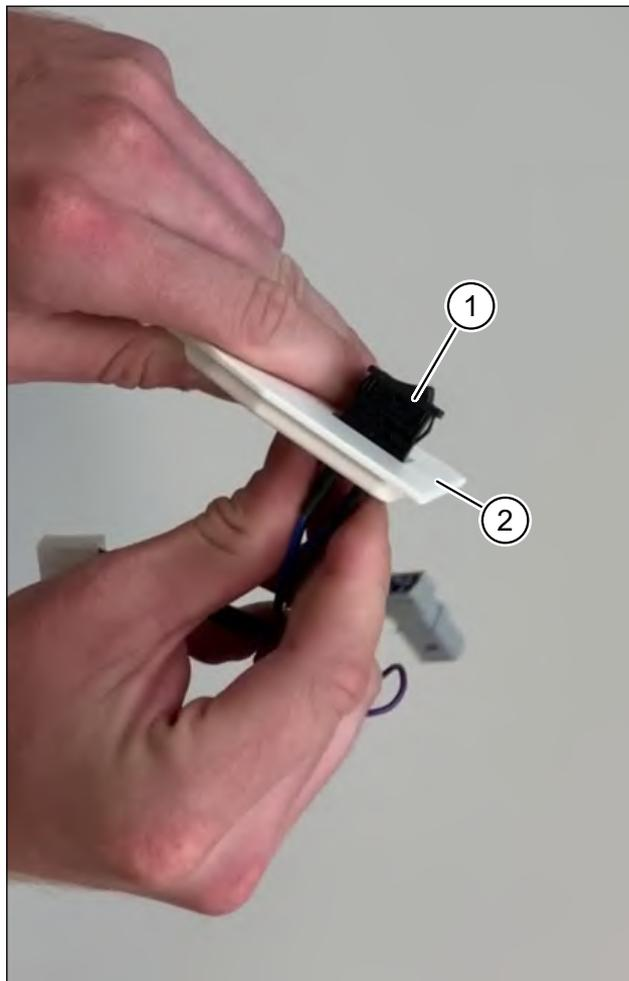

Abb. 10: Schalter von Elektronikabdeckung abziehen
- ▶ Drücken Sie die beiden Haltetaschen an der Rückseite des Netzschalters (Pos. 1 in Abb. 10) zusammen.
- ▶ Schieben Sie den Schalter mit dem Kabelbaum nach vorne aus der Elektronikabdeckung (Pos. 2 in Abb. 10).